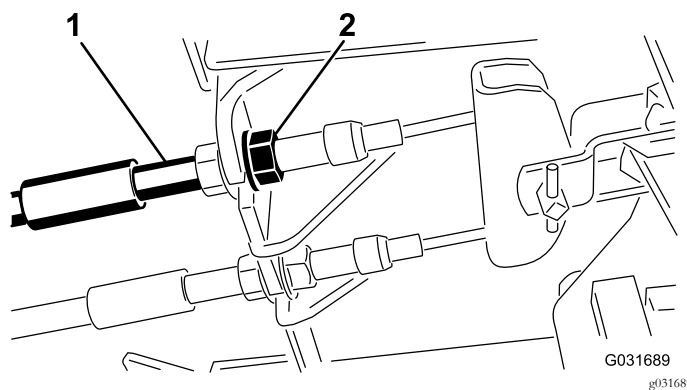

Figure 54
- Pour réduire la garde aux pédales de frein, serrez les freins en desserrant l'écrou avant sur l'extrémité fileté du câble de frein (Figure 54).